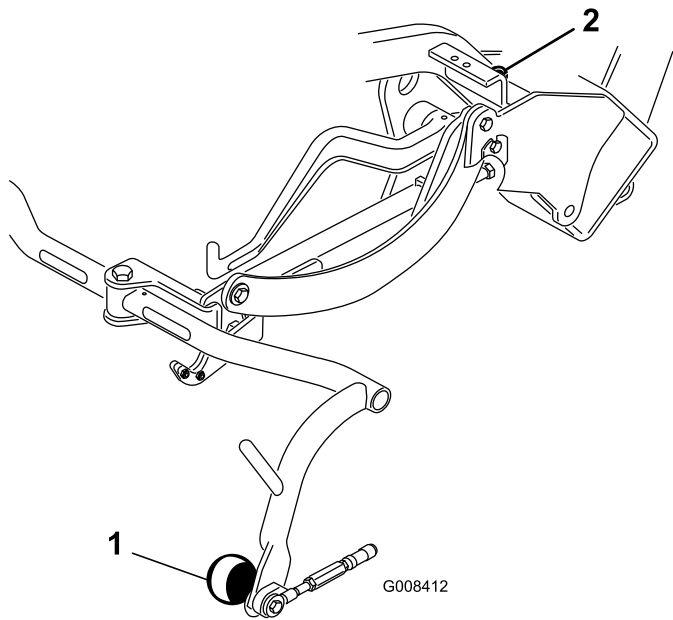

Рисунок 9
3. Если нужна регулировка, ослабьте зажимную гайку на упорном винте несущей рамы (Рисунок 9) и поворачивайте винт вверх или вниз для подъема или опускания несущей рамы. После выполнения регулировки затяните зажимную гайку.